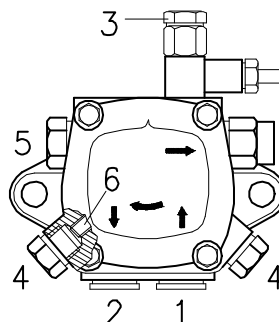

Fig. 21
6.3 Bomba (Fig. 21)
- Com o fim de que a bomba se possa auto-alimentar, é indispensável afrouxar o parafuso 3) (Fig. 21) da bomba para purgar o ar contido no tubo de aspiração.
Para variar a pressão da bomba, actuar no parafuso 5) (Fig. 21 Pág. 18).